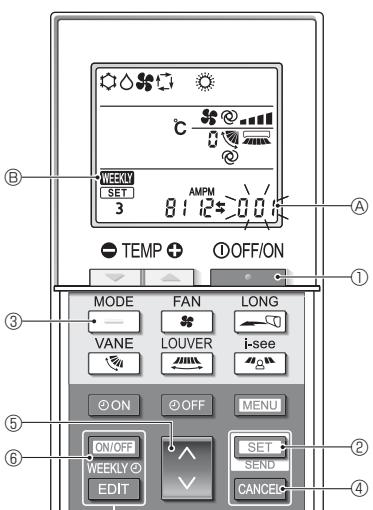

Fig. 4-9
#### 4.9.8. Отключение автоматического режима (Fig. 4-9)
- Нажмите кнопку ①, чтобы остановить работу кондиционера воздуха.
- Если недельный таймер активирован, нажмите кнопку ⑥ для отключения таймера (WEEKLY Ⓑ исчезнет).
- Нажмите и удерживайте в течение 5 секунд кнопку ②.
- Нажмите кнопку ④.
- Завершение настроек (Fig. 4-9)